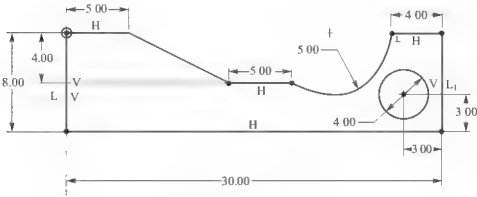

图 2.63 练习题(1)图
- (1) 按尺寸要求绘制如图 2.63 所示的二维草绘图形。